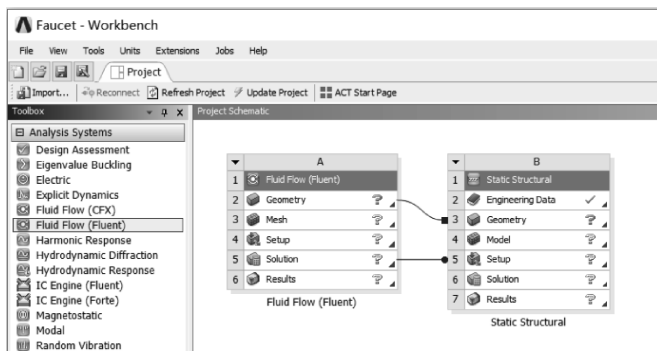

图 11-116 创建冷热水混合耦合分析
(1) 在工具箱【Toolbox】的【Analysis Systems】中双击或拖动流体动力学分析【Fluid Flow (Fluent)】到项目分析流程图。
(2) 在工具箱【Toolbox】的【Analysis Systems】中双击或拖动结构静力分析【Static Structural】到项目分析流程图。
(3) 创建关联：按住流体动力学分析 Geometry 与结构静力分析 Geometry 关联，然后流体动力学分析 Solution 与结构静力分析 Setup 关联，如图 11-116 所示。
(4) 在 Workbench 的工具栏中单击【Save】，保存项目实例名为 Faucet.wbpj。工程实例文件保存在 D:\AWB\Chapter11 文件夹中。